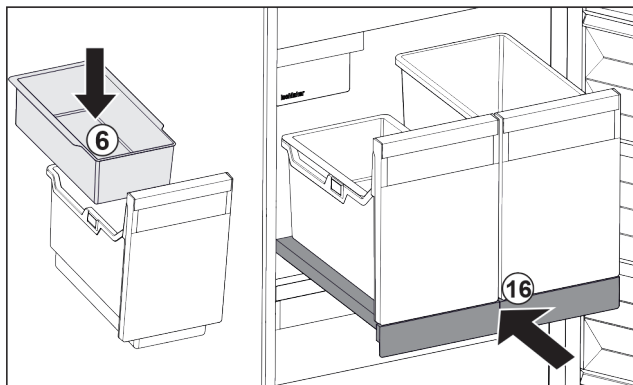

Fig. 103
- ▶ 安装冰块挂盘 Fig. 103 (6)。
- ▶ 将带有容器 (IceTower) 的拉出式搁板推入。Fig. 103 (16)